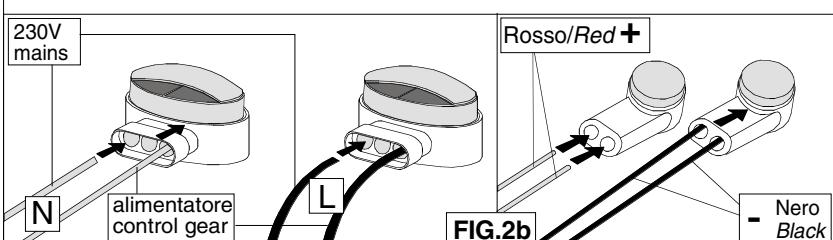

FIG.2a
- Collegare il cavo di rete e i cavetti dell'apparecchio all'alimentatore in dotazione rispettando attentamente nell'ordine le istruzioni di figura 2a/2b 2c .**FIG.2a/b/c**
- Connect the main cable and the fitting's cables to the given power supply unit following carefully the instructions on the pictures 2a/2b/2c.**FIG.2a/b/c**
- Branchez le câble réseau et les câbles de l'appareil à l'alimentation fournie en respectant les instructions de la figure 2a/2b/2c.**FIG.2a/b/c**
- Conectar el cable de red y los cables del producto a la alimentación respetando atentamente las instrucciones de la figura 2a/2b/2c.**FIG.2a/b/c**